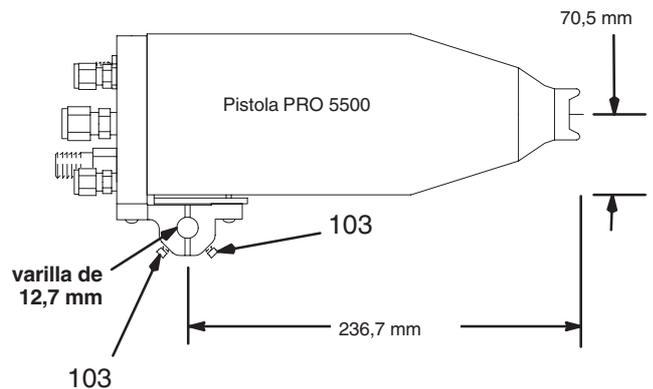
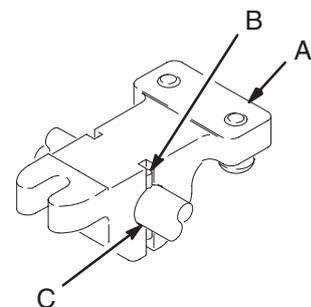

Fig. 3
Fig. 4
1. Aflojar los dos pernos de cabeza cuadrada del soporte de montaje (103) y deslizar éste sobre la varilla de montaje de 12,7 mm. Ver la Fig. 3.
2. Colocar la pistola y apretar firmemente los dos pernos (103).
NOTA: Para afianzar el montaje, el soporte de montaje (A) tiene una ranura de 3,2 mm donde se puede introducir un pasador de posición (B—no incluido) a través de la varilla de montaje (C). Ver la Fig. 4.